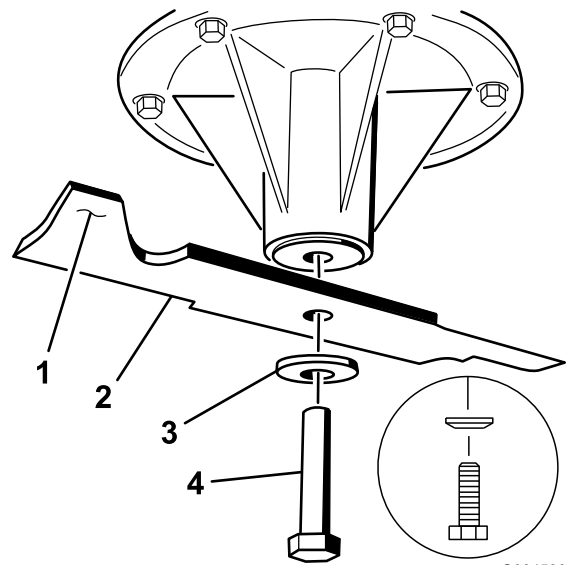

Figura 92
2. Instale la cuchilla en el eje (Figura 92).
3. Instale la arandela curva y el perno de la cuchilla (Figura 92).
Nota: El cono de la arandela curva debe estar orientado hacia la cabeza del perno (Figura 92).